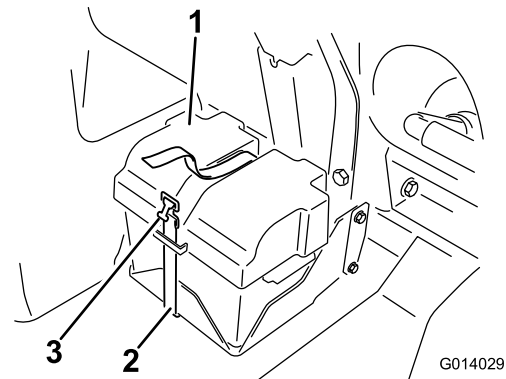

Figure 82
2. Déposez le couvercle de la batterie et débranchez le câble de masse négatif (noir) de la borne de la batterie (Figure 82).
4. Posez le couvercle de la batterie et fixez-le avec la sangle retirée précédemment (Figure 82).